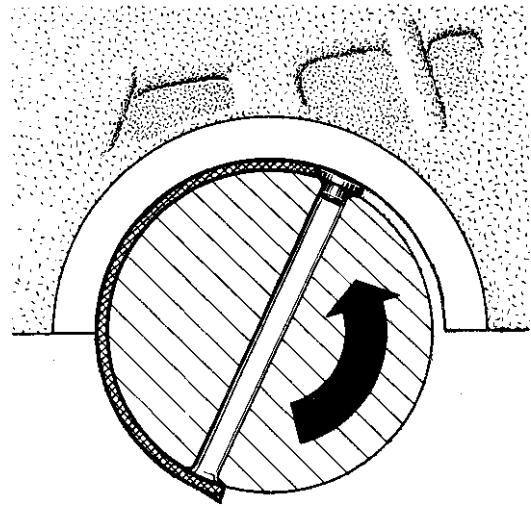

Fig. 89. Byte av övre ramlagerskål
4. Vrid vevaxeln till dess oljehålet friläggs. Placera en tapp i oljehålet, varvid tappen skall vara så avpassad att den, då vevaxeln vrids, tar med sig övre lagerskålen runt, se fig. 89. Obs! Motorn vrids i normal rotationsriktning vid utrullning av lagerskål.